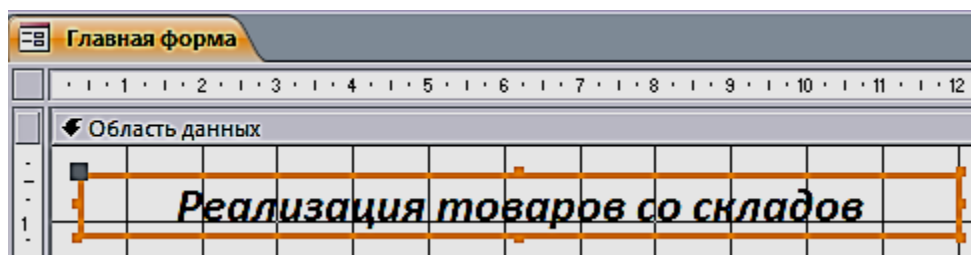

Рис. 6.2. Использование элемента управления **Надпись**
2. Расположим в области **Формы** элемент **Надпись**, поместим в него название **Реализация товаров со складов** (рис. 6.2). Форматирование шрифта в надписях и кнопках осуществляется для выделенного объекта, при помощи **Инструмента конструктора форм**, в объекте **Формат**. Сохраним форму под именем «**Главная форма**».